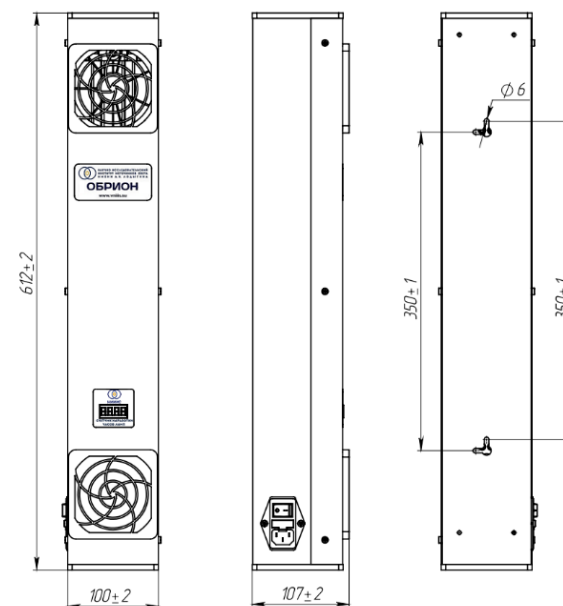

Рис. 1 – Внешний вид, габаритные и присоединительные размеры облучателей
- 1.7 Общий вид, габаритные и присоединительные размеры облучателей приведены на рис.1.